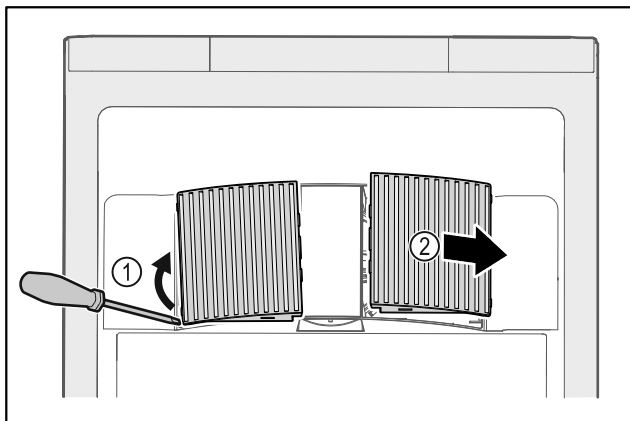

Fig. 59
- ▶ Внимателно повдигнете капаците на вентилаторите от страни Fig. 59 (1) и ги свалете напред Fig. 59 (2).